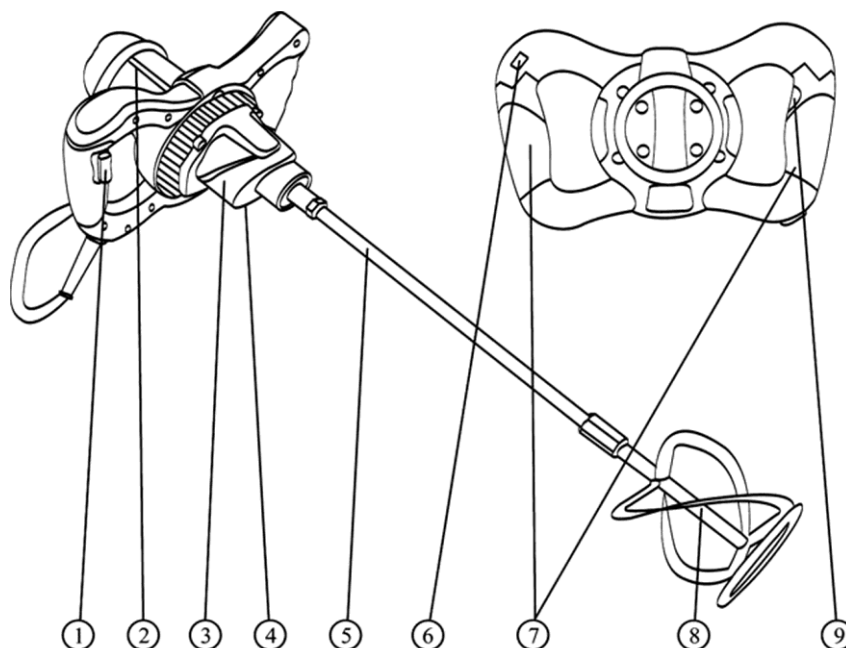

Рис. 1
2. Перемикачем 4 (рис. 1) встановіть необхідний діапазон швидкості обертання міксеру в залежності від типу роботи і застосовуваних матеріалів.
5. Вимикайте інструмент тільки клавішею 1 (рис.1). Не вимикайте його, просто виймаючи шнур з розетки.